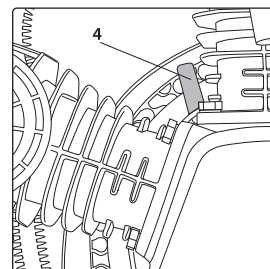

рис. 6
После заправки масла установите сапун (4) (рис. 6).